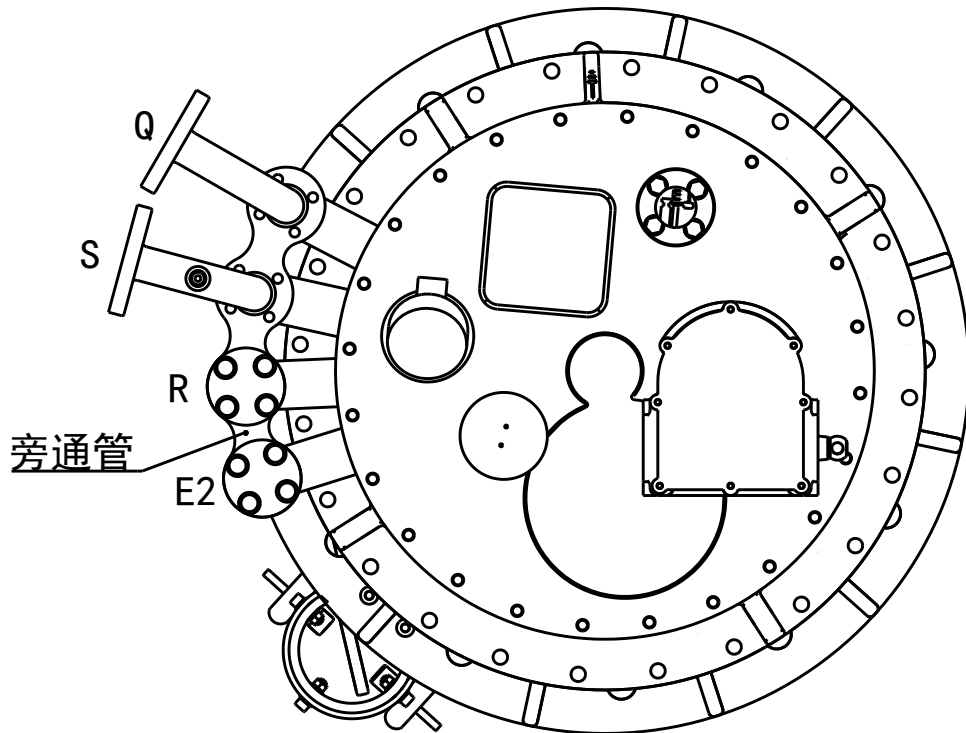

图 7-1 弯油管在开关顶部上的分布位置
1. 拆卸开关安装法兰上弯油管 R 与 E2 (见图 7-1)
1. 拆卸开关安装法兰上弯油管 R 与 E2。（见图 7-1）